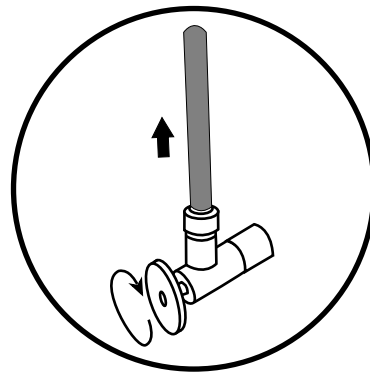

Figura 3
2. Cierre la llave angular de la entrada del agua fría que está debajo de su tarja y quite la manguera. (Figura 3)